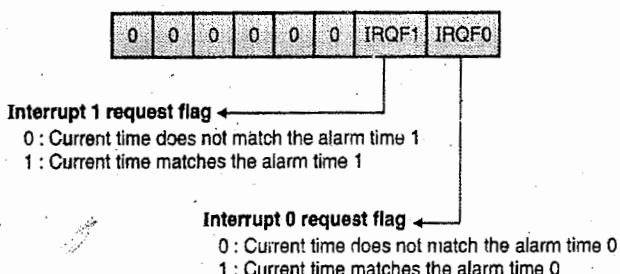

Fig. 14.11.5 : DS1306 RTC status register
- Fig. 14.11.5 shows the status register of DS1306 RTC.